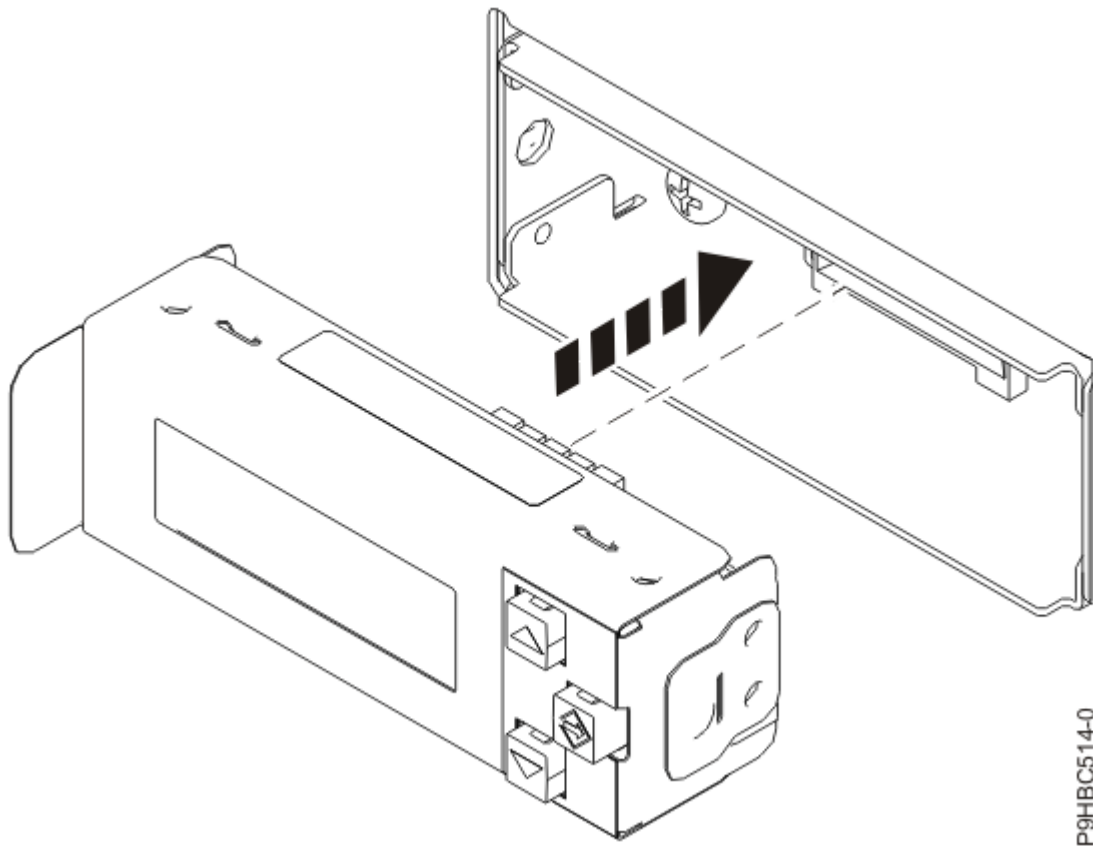

Abbildung 23. Steuerkonsolenanzeige einsetzen
3. Setzen Sie die Steuerkonsolenanzeige ein, indem Sie sie in das Gehäuse drücken (siehe Abbildung 23 auf Seite 25). Sie muss einrasten.